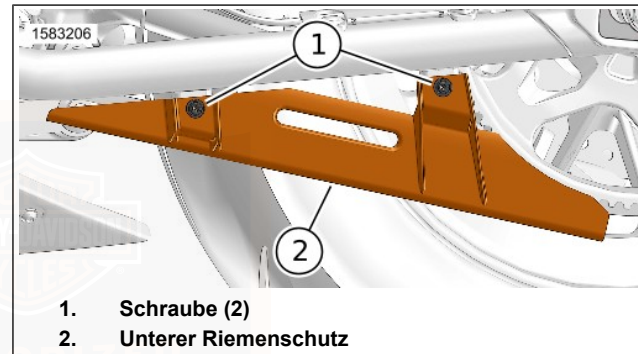
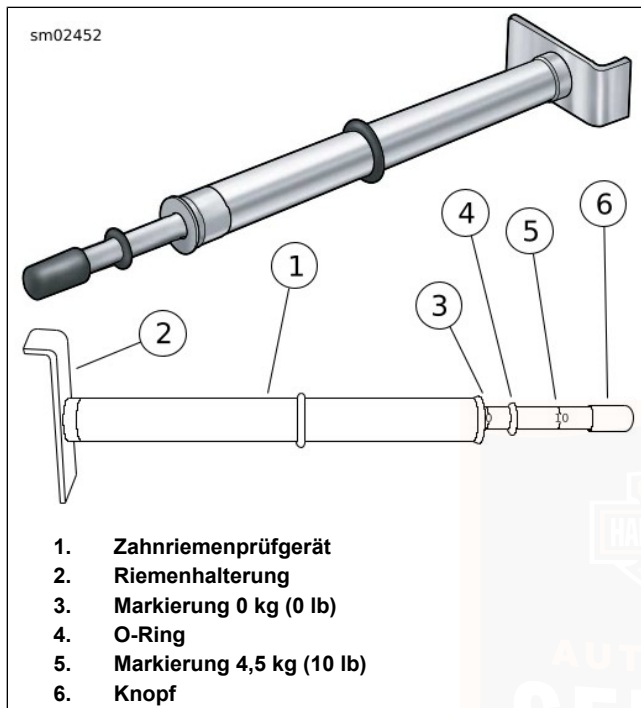

Abbildung 65. Unterer Riemenchutz
Abbildung 68. Zahnriemenprüfgerät
2. Siehe Abbildung 68 . Messung der Riemendurchbiegung mit:
2. Siehe Abbildung 65. Unteren Riemenschutz entfernen.
a. Die Schrauben (1) und den unteren Riemenschutz (2) entfernen.
3. Siehe Abbildung 68 . Messung der Riemendurchbiegung mit:
6. Siehe Abbildung 65. Den unteren Riemenchutz einbauen.
- a. Den unteren Schutz (2) in Einbaustellung bringen.
- b. Die Schrauben (1) anbringen. Festziehen.